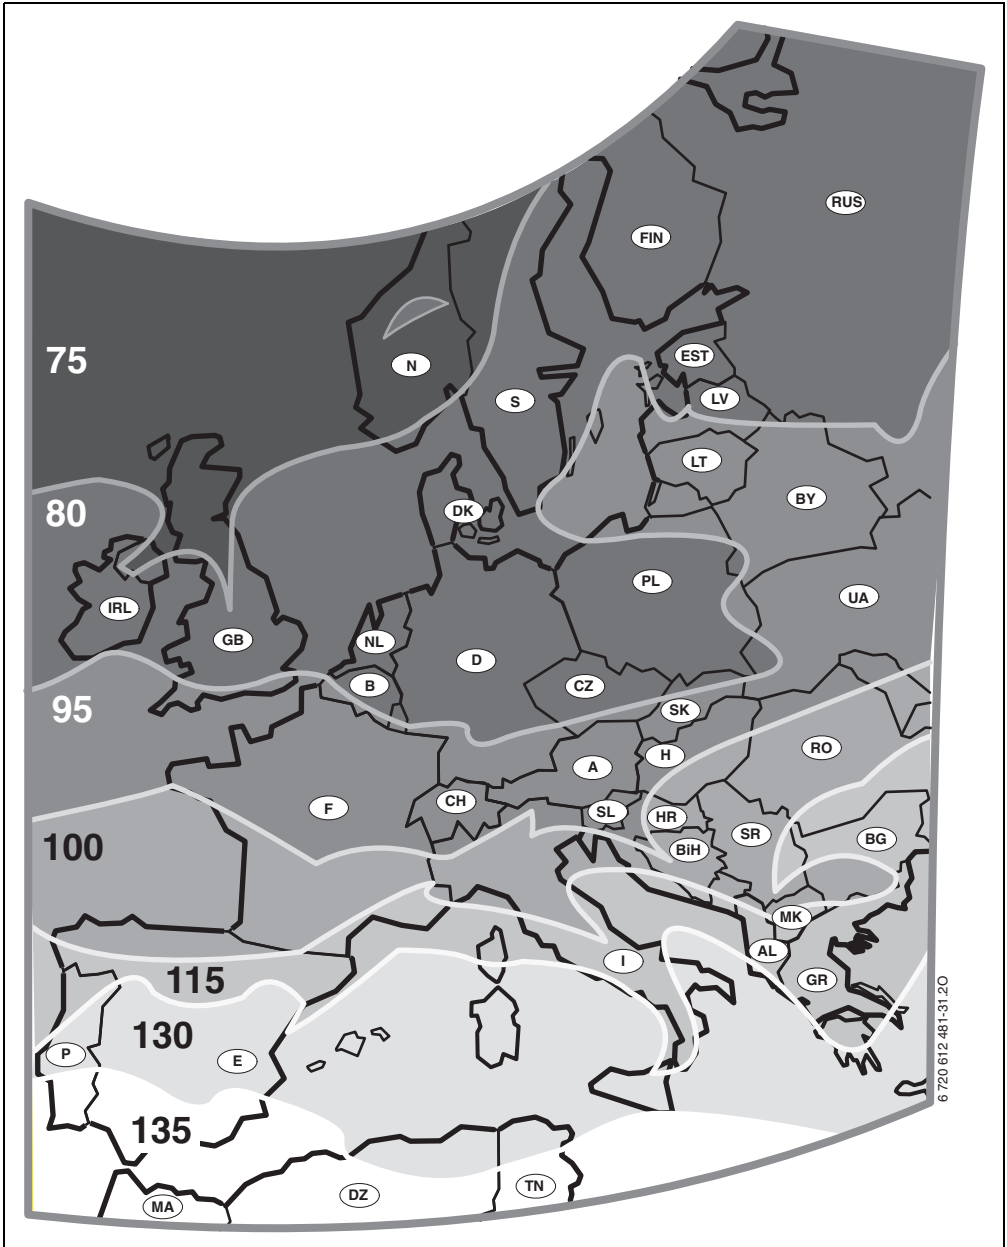

Fig. 15 Hartă cu zonele climatice pentru Europa
- Căutați locația instalației dumneavoastră în harta cu zone climatice (→ fig. 15) și înregistrați codul zonei climatice.